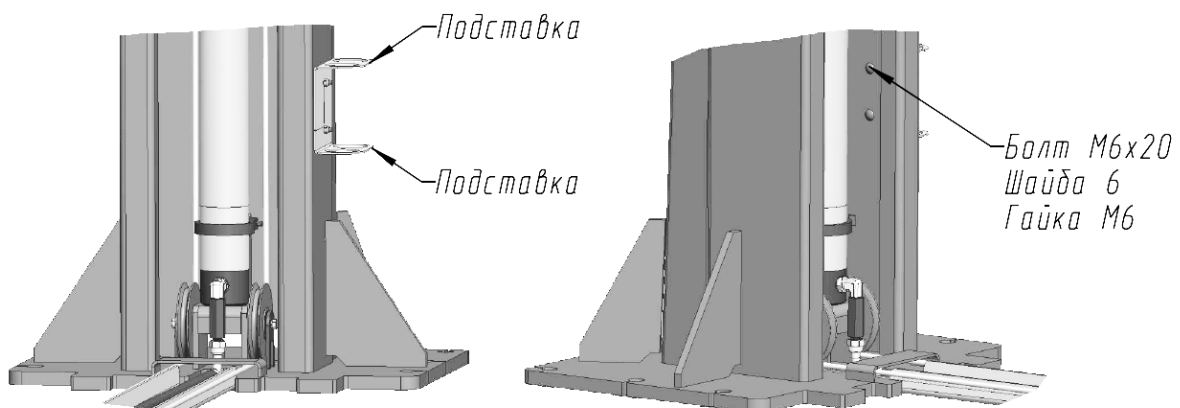

Рисунок 9 - Установка подставок
6.14 Для установки подставок (см. Рисунок 9) необходимо поднять и установить на стопор каретку.